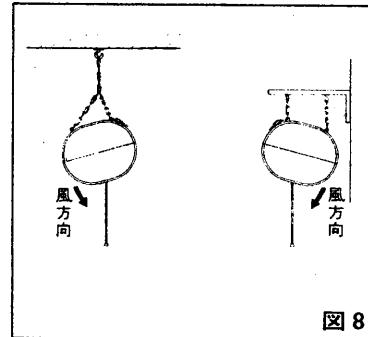

図 8
- (図8)のようにチェーンの長さを変えて風向を調節してください。